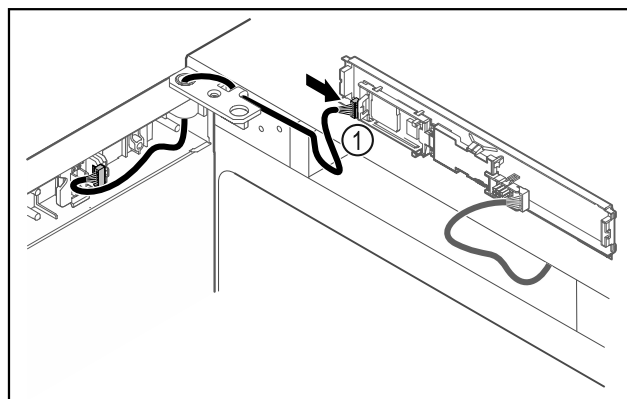

Fig. 42
- Stekker Fig. 42 (1) in printplaat steken.